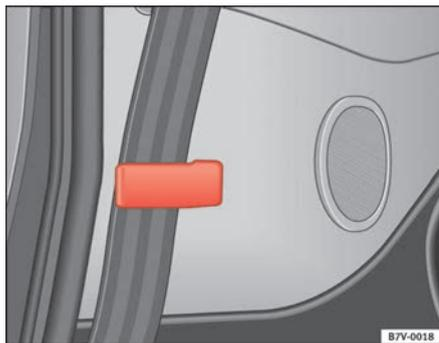

Fig. 20 Gancho de retención del cinturón de las plazas exteriores de la fila central
- Cuando se quite el cinturón de las plazas exteriores de la fila central introduzca la banda detrás de la guía de los revestimientos laterales ⇒ fig. 20, para poder bajar el respaldo sin dañar la banda.